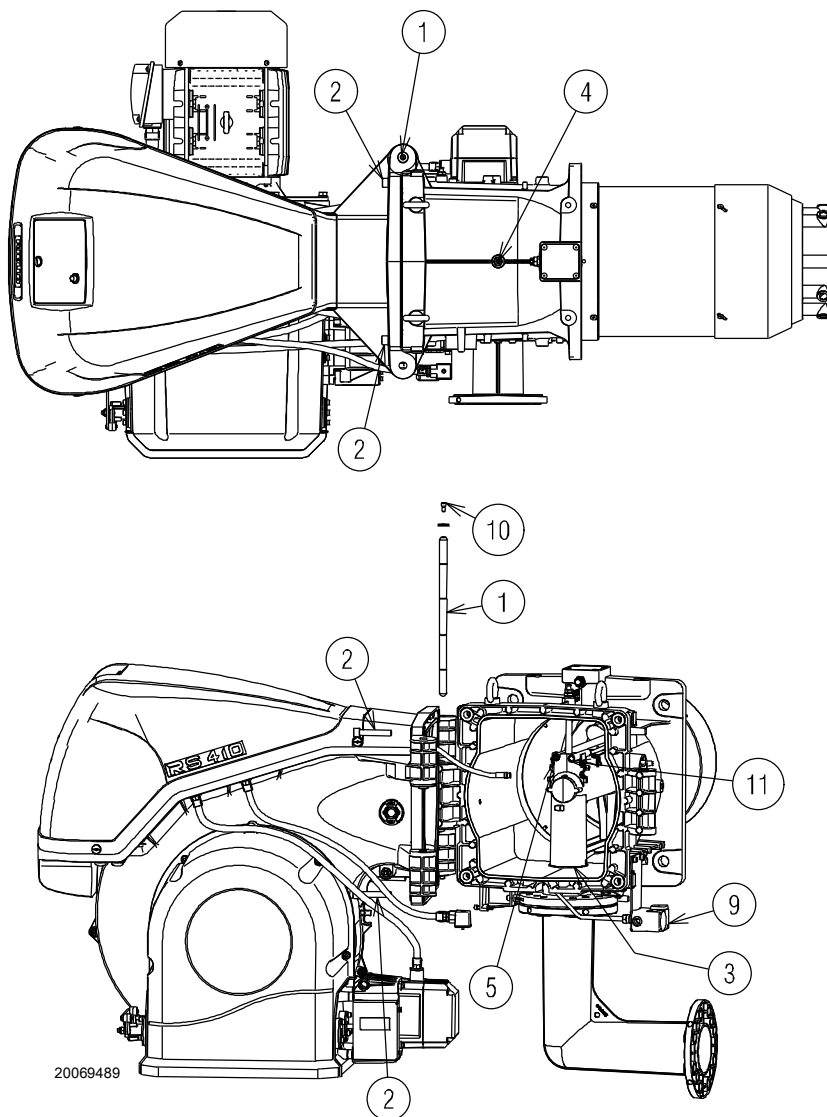

图 16
燃烧器出厂时被预设为左侧打开，因此要保持销钉 1)(图 16) 在销孔中。
- A 断开最大燃气压力开关的插头 / 插座 9)(图 16) ；
- D 将燃烧器全部打开，如 图 16 所示；
要从对侧打开燃烧器，必须在取下销钉 1)(图 16) 前，确认 4 个螺丝 2) 已经拧紧。
- H 断开最大燃气压力开关插座 9)(图 16)，之后按前述步骤从 C 步开始操作。